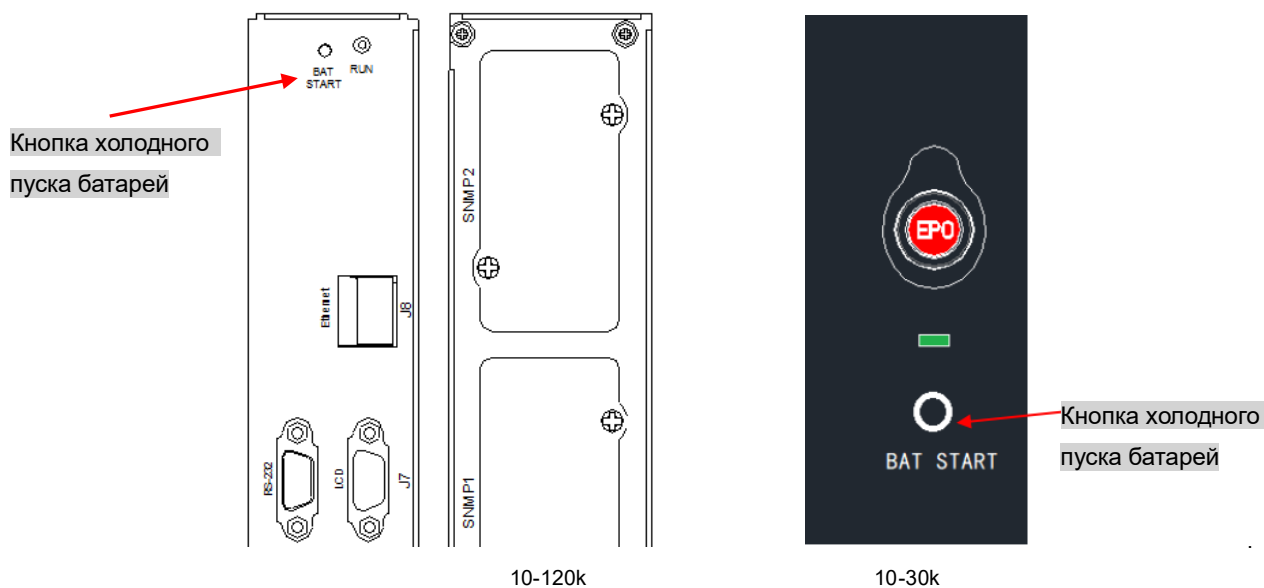

Рисунок 6-4. Расположение кнопки холодного пуска батарей
2. Открыть переднюю дверцу ИБП, нажать и удерживать кнопку холодного пуска батарей на передней панели модуля байпаса примерно 8 секунд (см. Рис. 6-4).